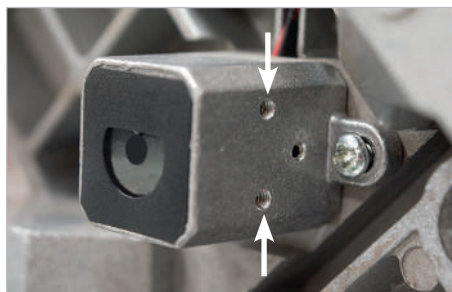

рис.6
7.2 Лазер имеет шесть винтов. Спереди располагаются по два винта с каждой стороны — они отвечают за настройку вертикальной плоскости.(рис.6)